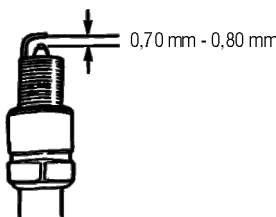

Fig. 16 – Folga da vela
- 7 – Para um correto funcionamento, a folga da vela deve estar entre 0,70 mm e 0,80 mm (fig. 16);